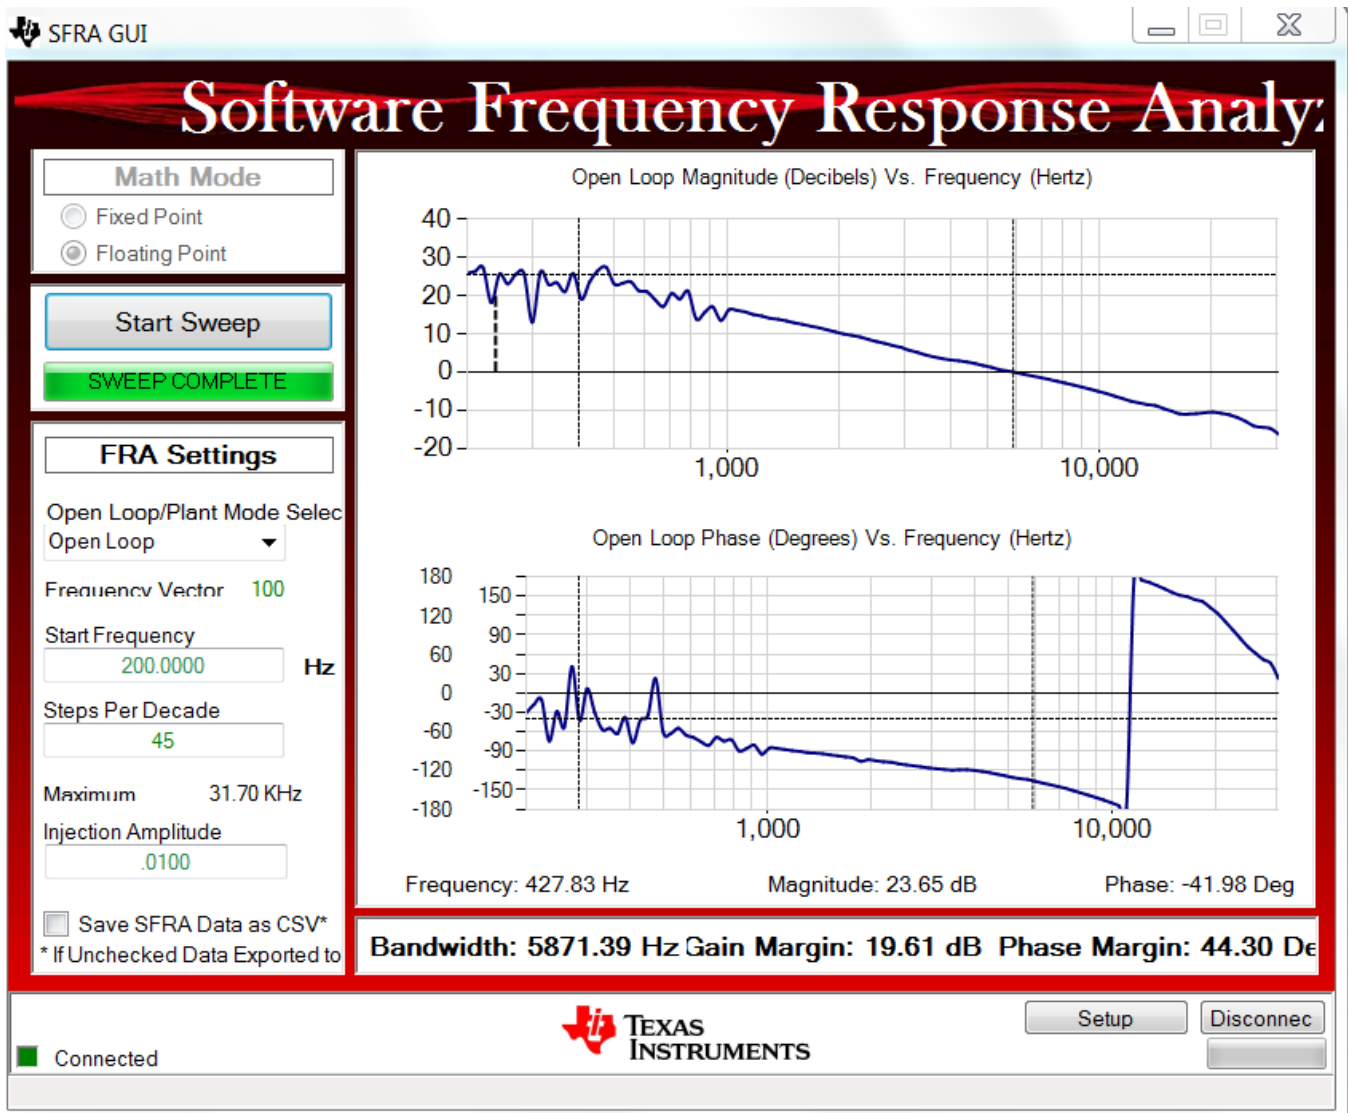

図 35. SFRA実行、閉電流ループ、開ループ利得
7. SFRA GUIがデバイスに接続します。これで**Start Sweep**をクリックして、SFRA掃引を開始できます。SFRA掃引が完了するまでには数分かかります。SFRA GUIのプログレスバーを確認したり、UARTの動作を示す制御カード裏面の青色LEDの点滅をチェックすることで、動作を監視できます。終了すると、開ループプロットによるグラフが表示されます(図 35)。これはDC条件下のプロットと似ていますが、測定周波数付近にAC高調波による若干の追加ノイズが確認されます。BW、PM、GMの数値はDCの場合と非常に似通っています。図 35に示すグラフは、ダイレクトグリッドAC入力により取得しました。AC電源を使用したAC電源出力時には、インピーダンスが観測され、制御利得に影響する可能性があります。